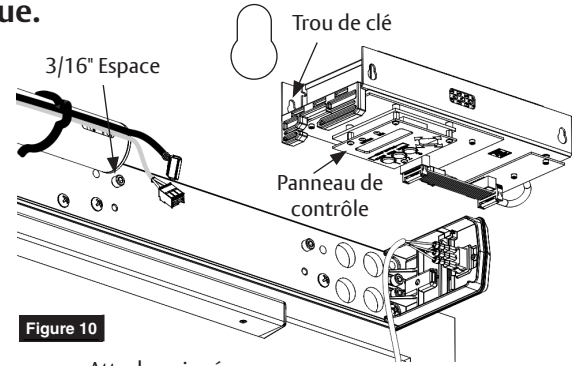

Figure 10
1. Insérez deux (2) vis. Laissez un espace de 3/16" entre la tête de la vis et la plaque arrière. (Figure 10)
2. Glisser les trous de clé d'alimentation électrique sur les vis afin que les fentes étroites des trous de clé reposent sur les vis. (Figure 10)
**REMARQUE :** Pour une installation correcte, les fentes étroites des trous de clé sont toujours en haut et le panneau de contrôle est toujours en bas. (Figure 10)